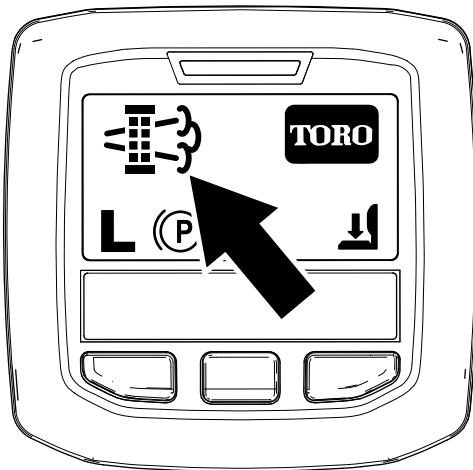

Figure 39
- Quand le calculateur moteur demande une régénération en stationnement ou une régénération d'urgence, l'icône de requête de régénération (Figure 39) s'affiche sur l'InfoCenter.